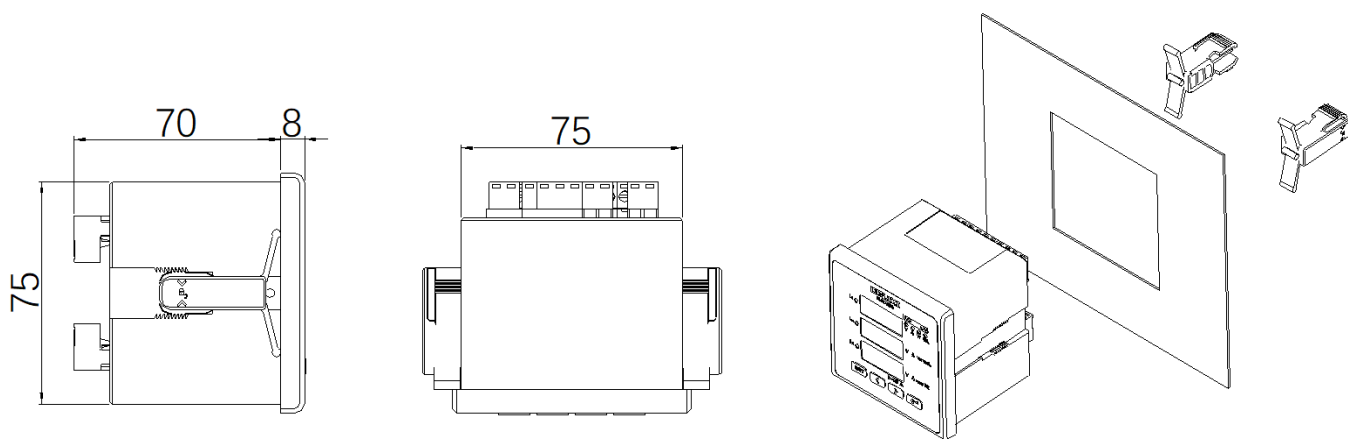

图 2
4.2 80×80 表型，面框尺寸(mm)：80×80 开孔尺寸(mm)：76×76 进柜体深度(mm)：71（见图 2）